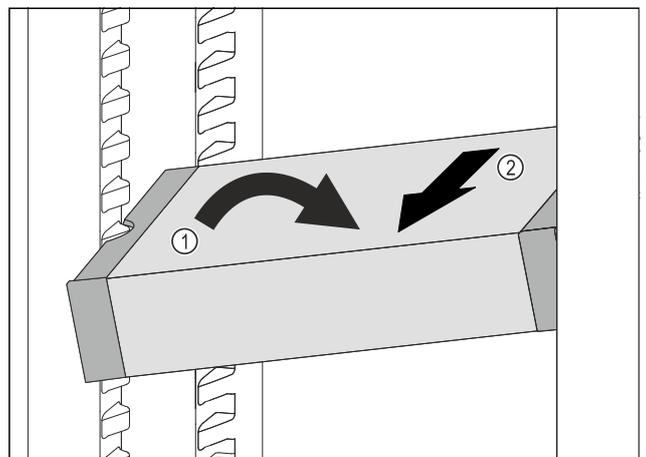

Fig. 122
- ▶ VarioSafe im Kühlteil schräg stellen. Fig. 122 (1)
- ▶ VarioSafe nach vorne entnehmen. Fig. 122 (2)